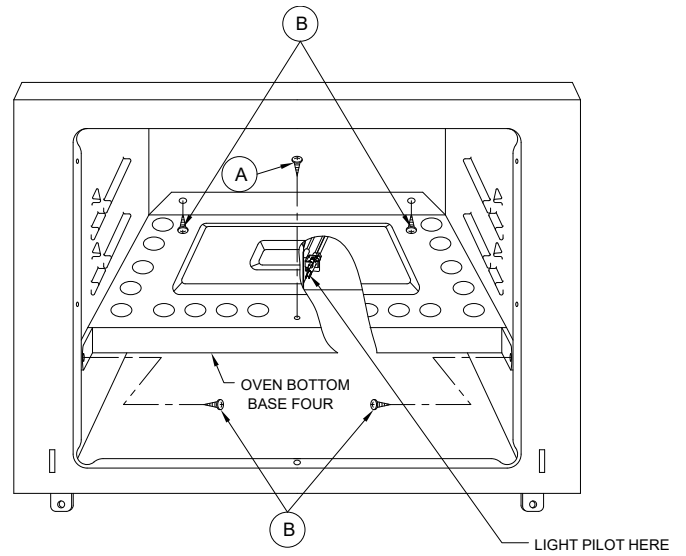

Figure 7
To Remove: When cool, remove the oven rack. Remove the one(1) screw and nut that secures the oven burner assembly to the oven bottom (A Figure 7). Remove the four (4) screws that secure oven bottom to the oven sides and back (B Figure 7). Hold oven bottom and slide it out of the oven.
To Replace: Position oven bottom rear flange to align with the two holes in back of the oven. Secure with (2) screws. Secure oven bottom to oven sides with the two (2) screws (see B Figure 7).
Ne jamais placer un ustensile de cuisson ou une feuille d'aluminium directement sur le fond du four; ceci obturerait les ouvertures situées au fond du four et entraverait la circulation d'air à l'intérieur du four; ceci provoquerait alors une cuisson non uniforme, avec des zones de carbonisation ou de cuisson insuffisante. Dépôts. Après le refroidissement, enlever la grille du four; ôter une (1) l'ensemble vis/écrou fixant le brûleur du four au fond du four (A) - (A) - Figure 7). Ôter les quatre (4) vis qui connectent le fond du four avec les parois latérales et de l'arrière (B) - Figure 7); saisir la plaque du fond du four pour l'extraire en tirant. Réinstallation. Positionner le rebord arrière du fond pour aligner les deux trous à l'arrière du four. Fixer avec (2) vis. Fixer la plaque du fond du four sur les côtés avec deux (2) vis (B) - Figure 7).
1. Allumer de la flamme de veille. (Voir figure 7)